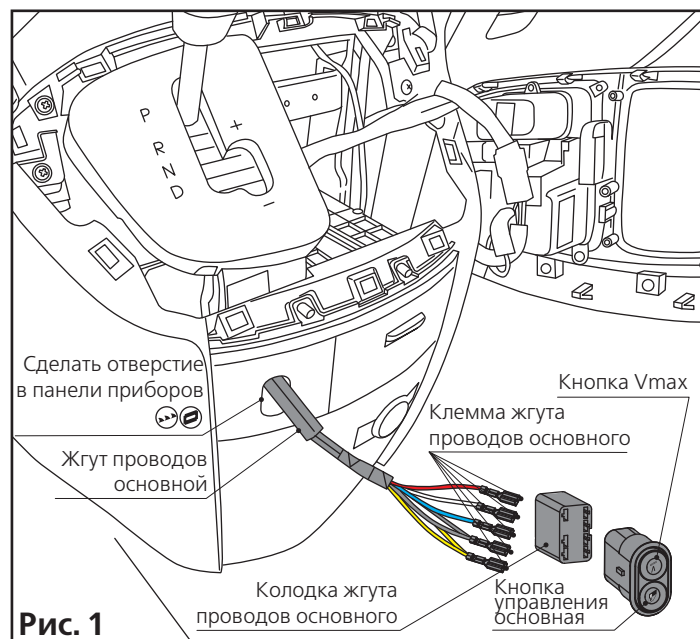
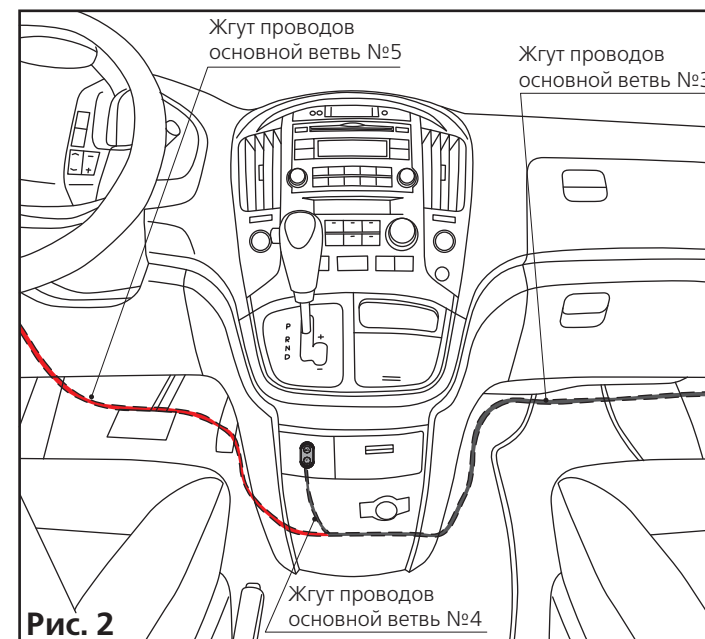
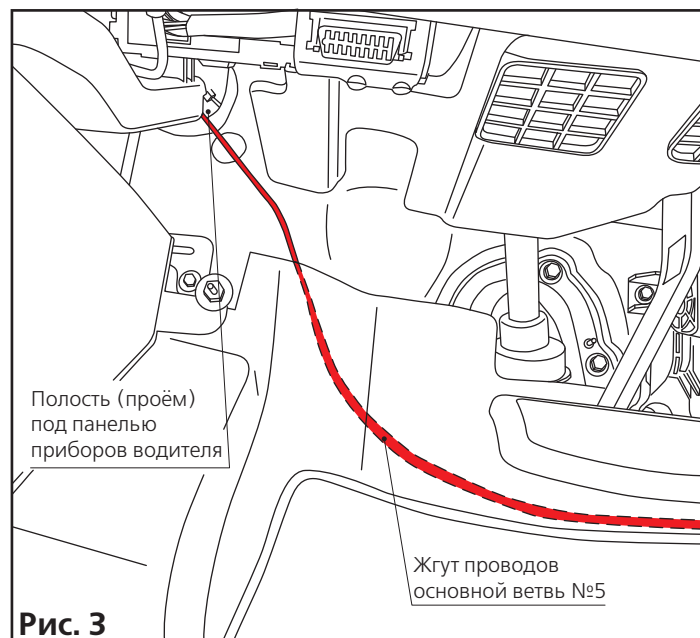

Рис. 1
Рис. 2
Рис. 3
3.4.3 Демонтируйте настил подножки правой сдвижной двери и порог подножки передней правой двери, для доступа прокладки жгута проводов основного (рис. 1, 2).
3.4.4 Демонтируйте внизу крепление ремня безопасности, для доступа прокладки жгута проводов основного под панелью передней стойки (рис. 3, 4).
3.4.5 Перед прокладкой жгута проводов основного демонтируйте указанные колодки со жгута проводов основного. А после установки смонтируйте обратно, при необходимости сделайте пометки маркером. Это необходимо для удобства прокладки жгута проводов основного (рис. 1).
3.4.6 На рисунках 2 и 3 продемонстрирована прокладка жгута проводов основного, сверя с рисунком на стр. 14. Начиная от места начала прокладки жгута проводов основного ветвь №1 по подножке правой сдвижной двери (рис. 2) через переднюю стойку к подножке передней правой двери жгута проводов основного ветвь №3 (рис. 3). Для удобства жгут проводов основной прикрепите к штатному жгуту проводов изолентой. Далее протяжка жгута проводов основного ветвь №3 идёт к панели приборов.
3.4.7 Протяните жгут проводов основной ветвь №3 под панель приборов (рис. 2). Для удобства прокладки жгута проводов основного ветвь №3 демонтируйте крышку перчаточного ящика, если это необходимо.
3.4.8 Демонтируйте декоративную крышку рычага коробки передач и сделайте отверстие для кнопки управления основной (рис. 1). Удалите с кромок заусенцы и притупите острые кромки.
3.4.9 Протяните жгут проводов основной ветвь №4 через отверстие в панели приборов и подсоедините клеммы к колодке, а колодку к кнопке управления основной (рис. 1).
3.4.10 Протяните жгут проводов основной ветвь №5 из полости (проёма) панели приборов водителя (рис. 3, 4) к полости (проёму) под капотом (рис. 1, стр. 29) к аккумулятору (рис. 2, стр. 29). Жгут проводов основной ветвь №5 скройте под ковриком пола водителя (рис. 3).
3.4.11 Протяните жгут проводов основной ветвь №5 из полости (проёма) под капотом к аккумулятору (рис. 1). Для удобства прикрепите жгут проводов основной ветвь №5 к штатному жгуту проводов изолянтной.
3.4.12 Откройте крышку плюсовой клеммы аккумулятора (рис. 2).
3.4.13 Со жгута проводов предохранителя удалите колодку, очистите провод, вставьте и закрепите новую другую клемму (рис. 3).